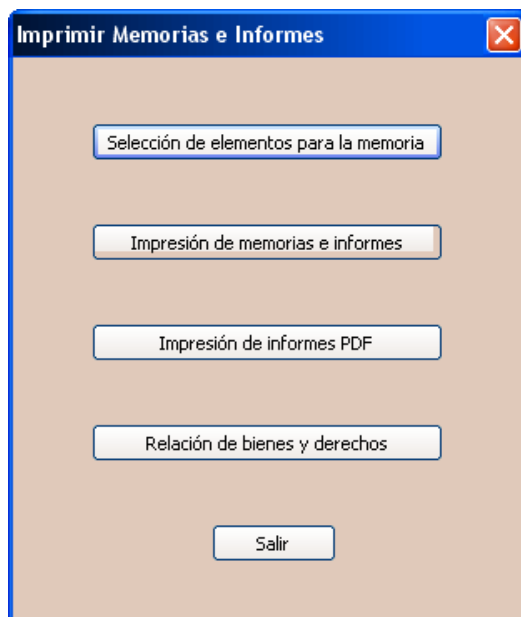
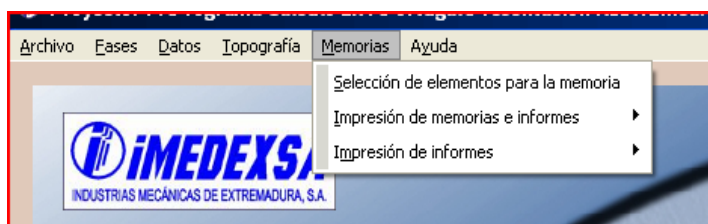
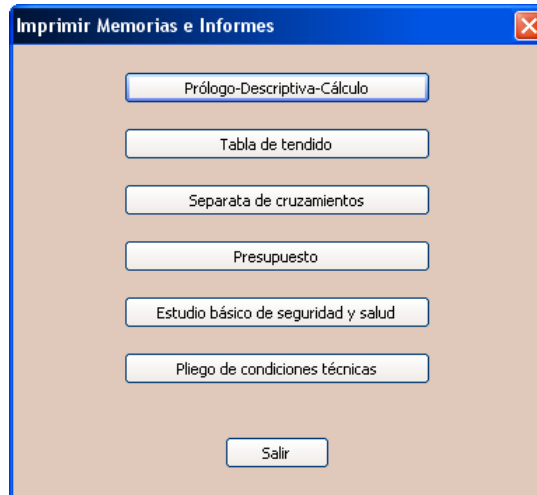
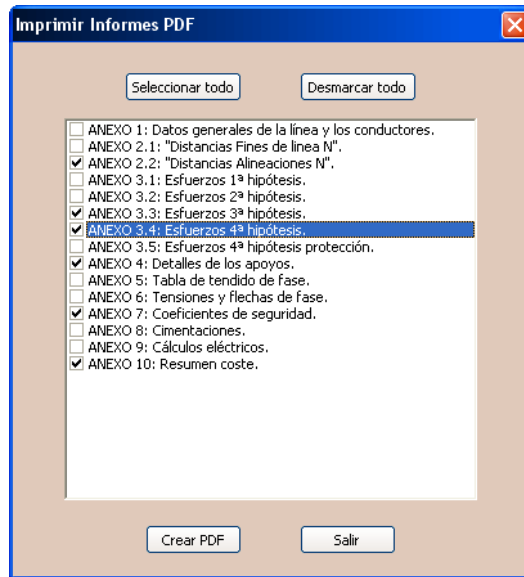

Figura 8.1. Opciones de impresión de memorias e informes
Figura 8.2. Menú de memorias e informes
Figura 8.7. Impresión de memorias
Figura 8.21. Elección de los informes
Desde el botón *memorias e informes* () tenemos tres opciones (Figura 8.1), *selección de elementos para la memoria*, *impresión de memorias e informes* y por último *impresión de informes*. Explicaremos a continuación la exportación de memorias desde el botón mencionado, decir que las mismas opciones aparecen en el menú *Memorias* (Figura 8.2):
- **Impresión de memorias e informes.** En el botón de *impresión de memorias e informes* (Figura 8.1). Al pulsar sobre esta casilla nos aparece un cuadro de diálogo (Figura 8.7) que nos da a elegir entre el documento que queremos
- **Impresión de informes PDF.** Los informes los genera automáticamente el programa al generar la memoria, pero existe la posibilidad de elegir los anexos a incluir (Figura 8.21) al pulsar en el botón de *impresión de informes PDF* (Figura 8.1), elegimos los informes marcándolos. Una vez marcados pinchamos en *crear PDF*, acto seguido elegimos la carpeta donde guardaremos los informes (Figura 8.22). Al terminar de guardar los informes la aplicación nos informa de que la creación de los informes a concluido (Figura 8.23). Estos informes como ya vimos están en formato PDF (Figura 8.24).